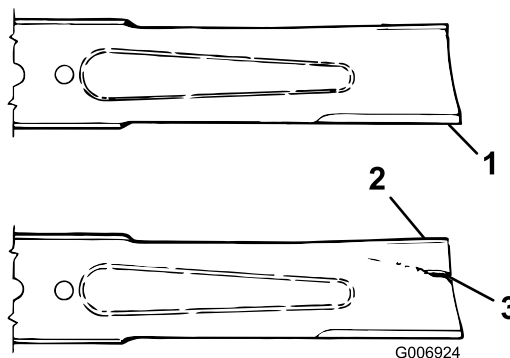

Figura 15
2. Examine cuidadosamente as extremidades da lâmina, prestando especial atenção à zona onde se encontram as partes curvas e planas da lâmina (Figura 15). Verifique o estado da lâmina antes da operação de corte, pois a areia e outros materiais abrasivos podem ter desgastado o metal que liga as partes curva e
plana da lâmina. Se notar algum desgaste (Figura 15), substitua a lâmina; consulte Retirar a lâmina de corte.
Se a lâmina continuar a sofrer este tipo de desgaste irá formar-se uma ranhura entre a parte curva e a parte plana da lâmina (Figura 15). Eventualmente, pode soltar-se algum pedaço da lâmina e projectar-se, ferindo-o a si ou a qualquer pessoa próxima.